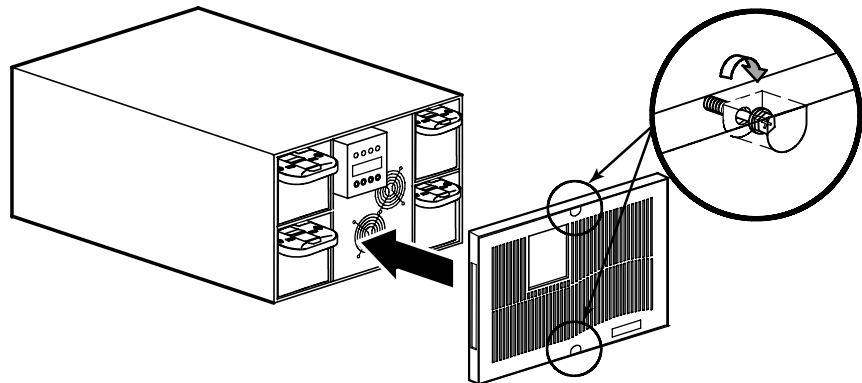

Abbildung 6. Anbringen der Frontplatte der USV
3. Die Frontplatte des USV anbringen und die beiden Schrauben an der Frontplatte anziehen (siehe Abbildung 6).